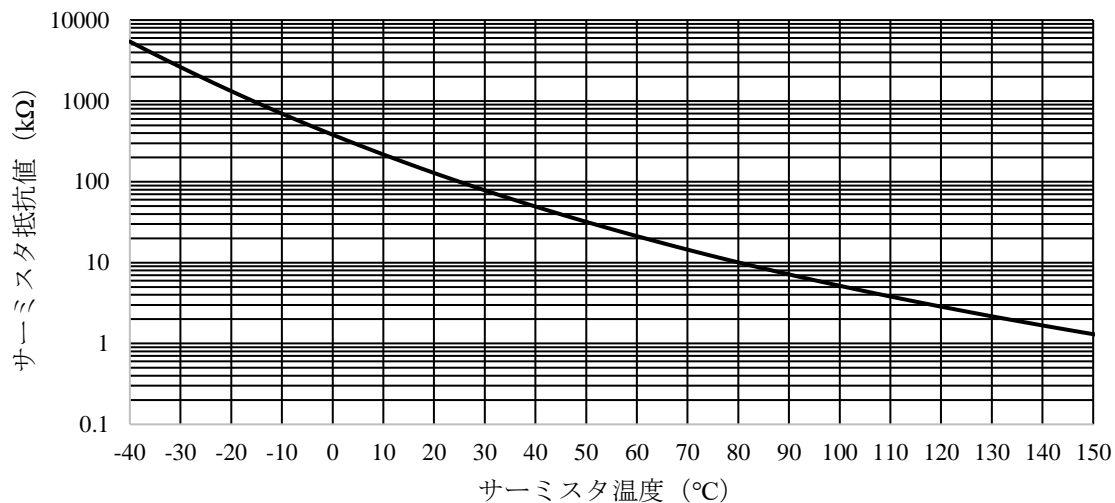

図 4-4 サーミスタ抵抗値 (参考)
(1) 設計保証
(2) サーミスタの参考抵抗値は図 4-4、表 4-1 参照